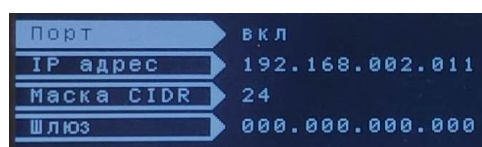

Рисунок 10 – IP параметры
2.1.3. «Конфигурация локальных сетей» - подраздел предназначен для конфигурирования параметров локальных сетей Ethernet, Modbus, «Цифровой стык» (см. рисунок 10).
«**Eternet 1**»/«**Eternet 2**» - задаются IP параметры связи (см. рисунок 10).